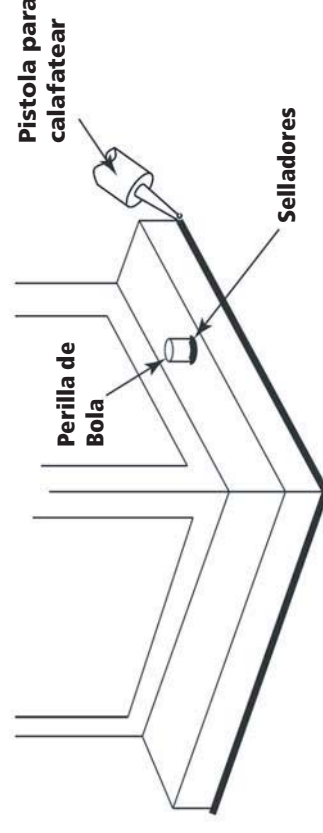

Figura 2
1. Conecte el cable de alimentación positiva **(A)** (normalmente negro el lado no marcado suave del cable de dos conductores) de plomo accesorio positivo **(B)** con un giro de tamaño apropiately conector - **Véase la Figura 2 y 3**.
Loop alambre de tierra **(E)** (generalmente de cobre o verde recubierto de plástico) debajo de la cabeza del tornillo de tierra **(S)** en la brida de montaje accesorio **(M)** y conectar con el extremo suelto del cable de tierra luminaria directamente al cable de tierra del sistema de construcción con un tamaño adecuado twist-conectores - **Véase la Figura 2**.
Después asegurar fijo en su lugar, se recomienda que la distancia entre la parte superior y la base de montaje del accesorio se sellará con cualquier buen masilla impermeable de calidad o sellador de silicona (no incluido). También se recomienda que una pequeña capa de masilla o sellador de ser sometidos a los mandos de bolas utilizadas para montar accesorio - Véase la Figura 2.